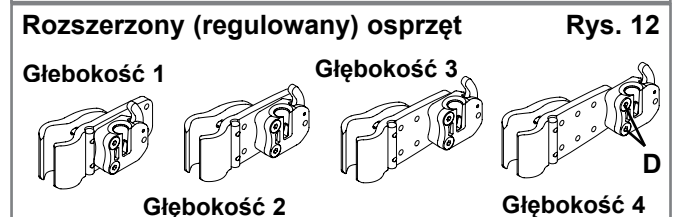

Rys. 10
1. Regulacja wysokości (Rys. 10)
- Należy poluzować nakrętki wspornika (A) i regulować wysokość tylnej osłony do wymaganej pozycji.
- Mocno dokręcić nakrętki wspornika (A). Zalecane ustawienia momentu obrotowego w zakresie 8,5 - 9,3 Nm.